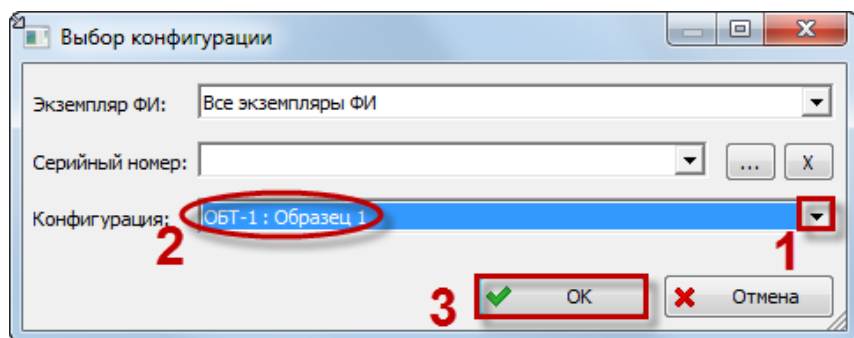

Рис. 13-98 – Окно «Выбор конфигурации»
2) Откроется окно «Выбор конфигурации» (рис. 13-98).